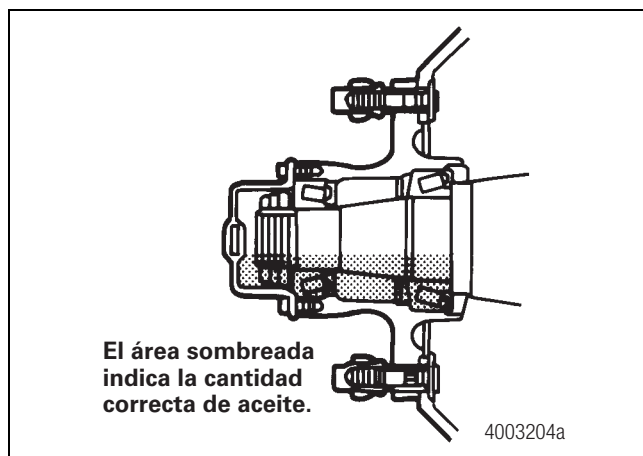

Figura 14.4
3. Llene el extremo de rueda con aceite de engranaje aprobado hasta la línea de llenado de la tapa de maza. Antes de efectuar la comprobación final del nivel, debe esperar un tiempo para que el aceite se asiente. Lo anterior es especialmente importante en climas fríos. Figura 14.4.